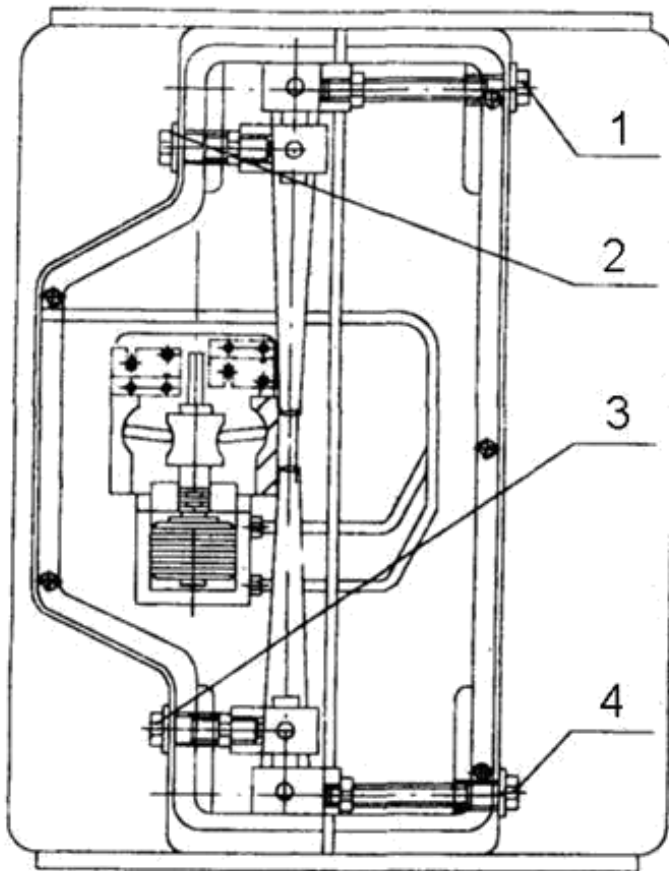

Рис. 7.3
7.2.3 Регулировка усилия зажима рукава (см. Рис. 7.3). Отключите питание во время подъема коромысла при регулировке рукава, в противном случае рукав будет провисать. Отрегулируйте винт 1, 2, 3 и 4 надлежащим образом, убедитесь, что зазор при зажиме рукава не превышает 0,04 мм.